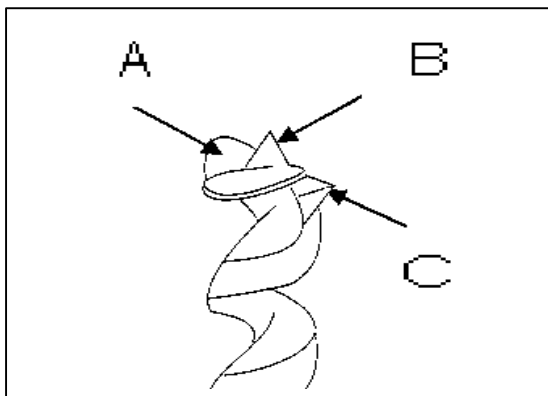

Fig 7
Limer à la face intérieure de l'ébaucheur (A, Fig 7), sur les côtés de la pointe de centrage (B) et à la face de coupe du tranchant principal (C).